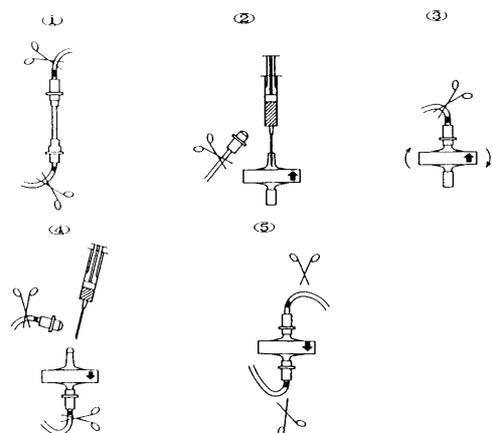

図13 ダミーチューブとメンブレンフィルターの交換手順
① 血漿分離器とLA-15(2つの吸着器,1つのメンブレンフィルター)をそれぞれのホルダーに取り付ける[メンブレンフィルターの出口側には,OUTと書いてある]。
② 図13のダミーチューブ(模擬回路)Aとメンブレンフィルター, B, CとLA-15, Dと血漿分離器とを図13~15の手順で交換する。